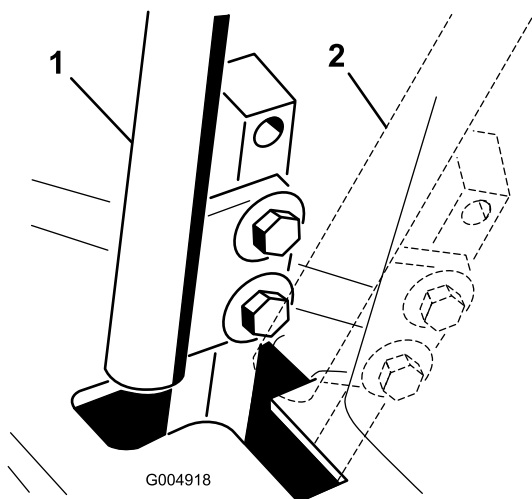

図 55
4. コントロールレバーをニュートラル位置にするロック位置にはしない(図 55)。
6. コントロールレバーと、コンソールのノッチとの位置関係を見る 図 55。